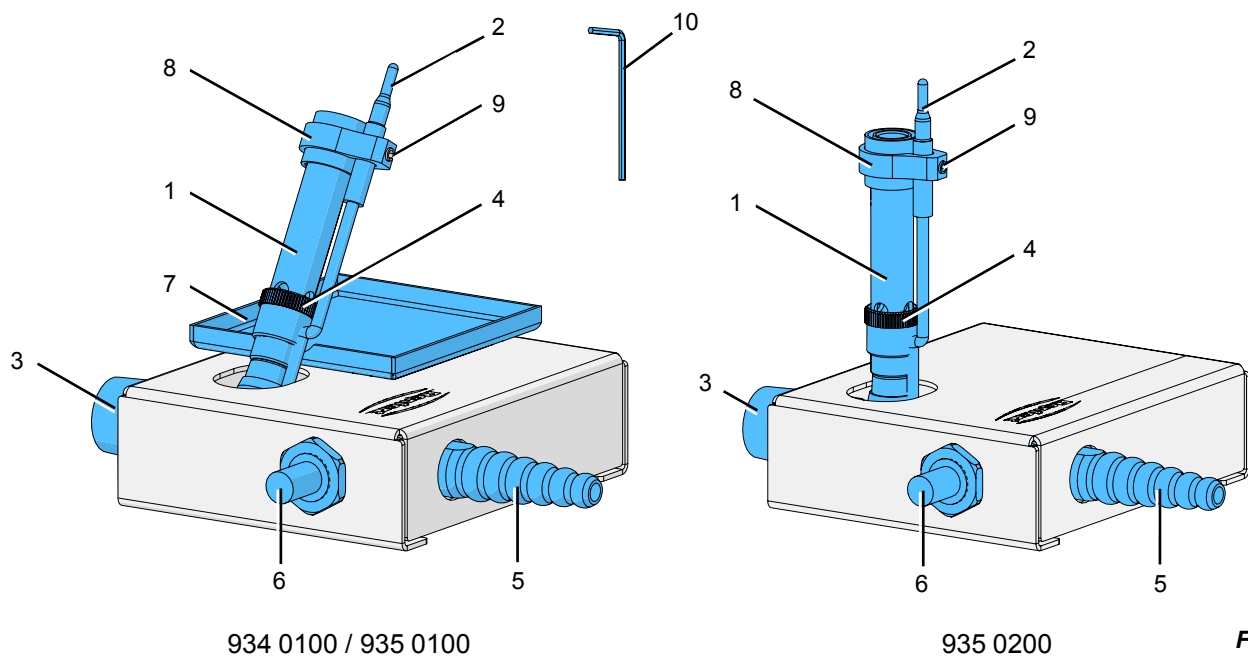

Fig. 1
- ▶ Camino (1, Fig. 1)
- ▶ Supporto della termosonda (8, Fig. 1)
- ▶ Coppa di recupero (7, Fig. 1)